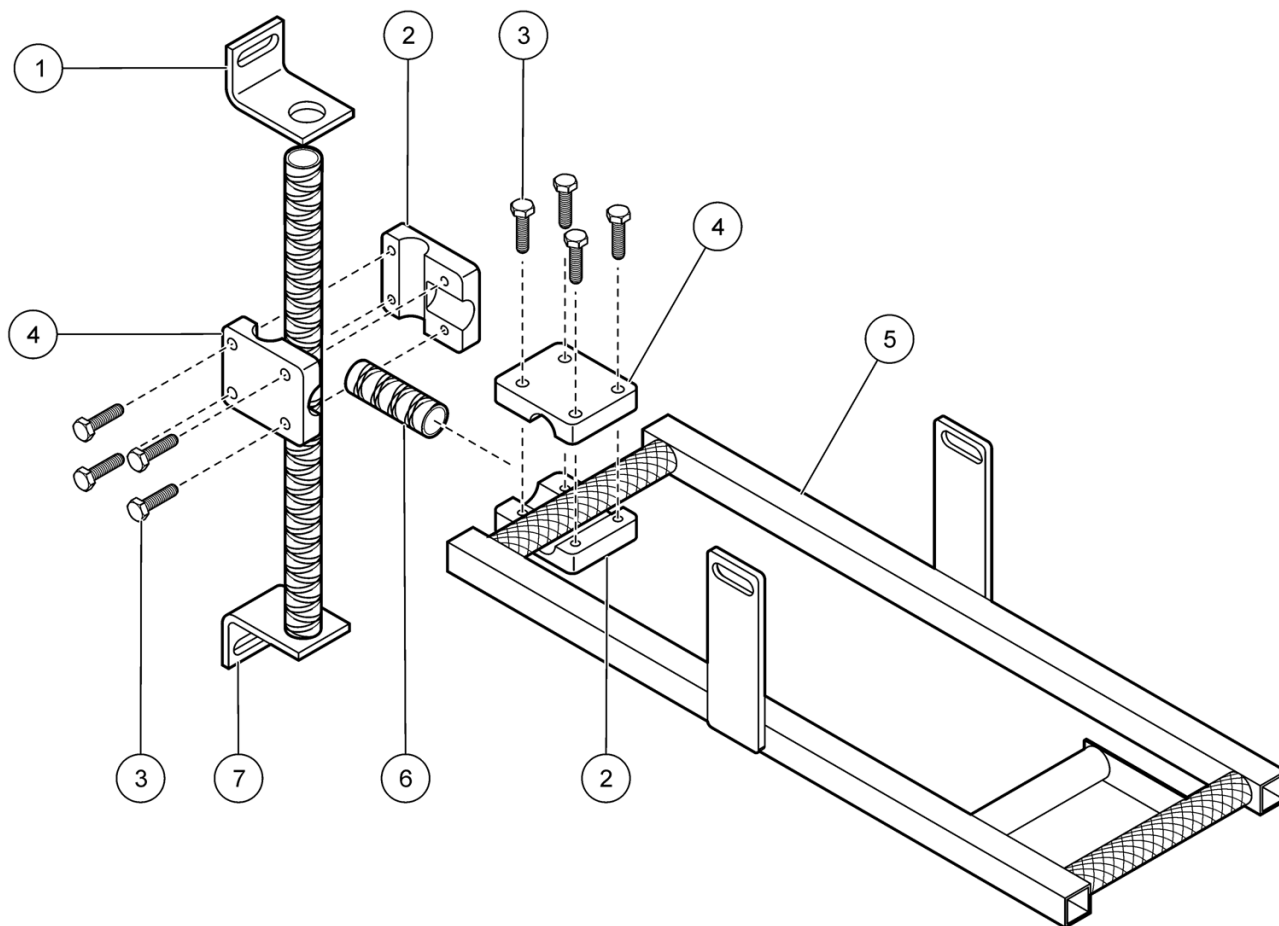
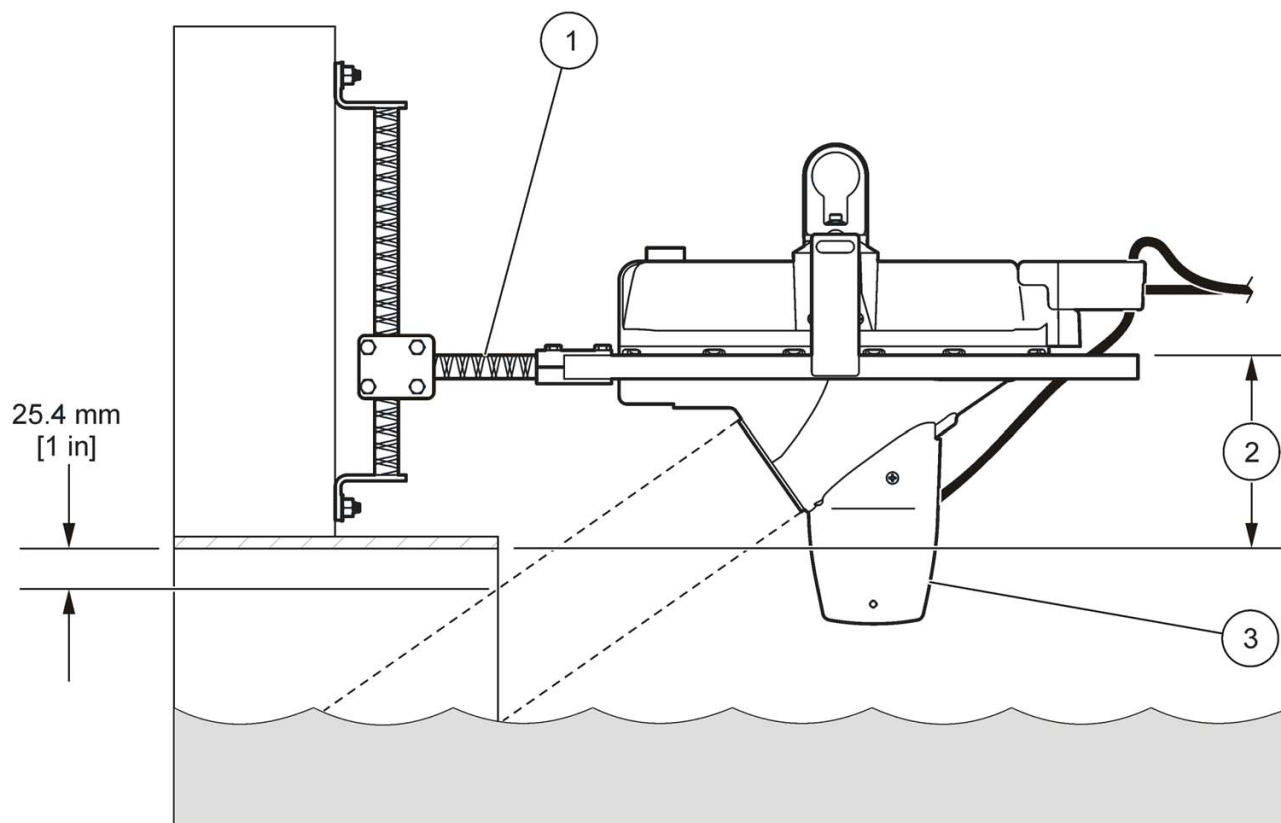

Figura 8 Morsetti montati sulla staffa a parete e sulla struttura
Figura 12 Allineamento verticale del sensore Flo-Dar con SVS
1. Posizionare le due metà dei morsetti (una filettata e una non filettata) attorno alla staffa per il montaggio a parete come mostrato nella Figura 8.
3. Posizionare le altre due metà dei morsetti attorno all'estremità anteriore della struttura come mostrato nella Figura 8.
Nota: nella maggior parte dei casi la parte anteriore della struttura è rivolta verso la parete, come mostrato nella Figura 8 (vedere anche la Figura 12 a pagina 25). Se le condizioni del flusso richiedono che il sensore non punti verso la parete, utilizzare il distanziatore da 12 pollici e posizionare le due metà del morsetto attorno all'estremità posteriore della struttura.
2. Se il bordo della tubatura supera i 5½ pollici, installare il distanziatore di 12 pollici tra la staffa per il montaggio a parete e la struttura (Figura 12).